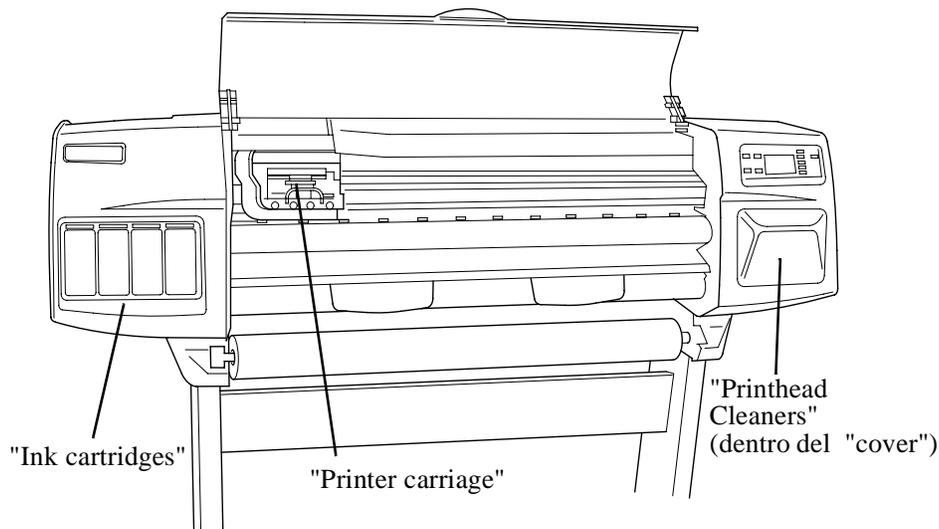
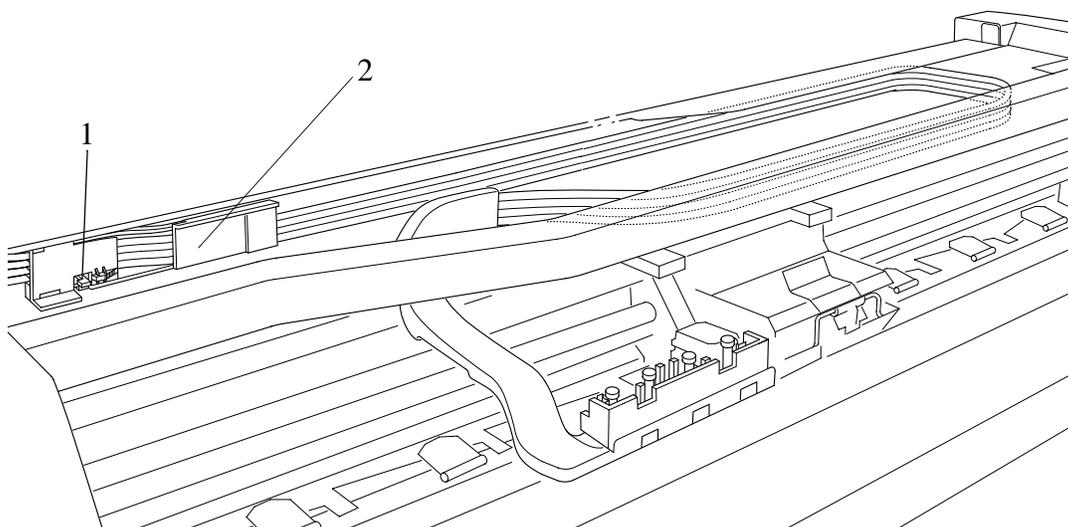

Figura 52: "Printer Carriage Location"
Figura 63: “TubeRetaining Clip”
Consulte de la Figura 52 a la Figura 63.
14. Primero empuje el “tab” (item 1) hacia Usted , después empuje todo el “tube retaining clip” (item 2) hacia la derecha y al último empuje hacia Usted (consulte la Figura 63)